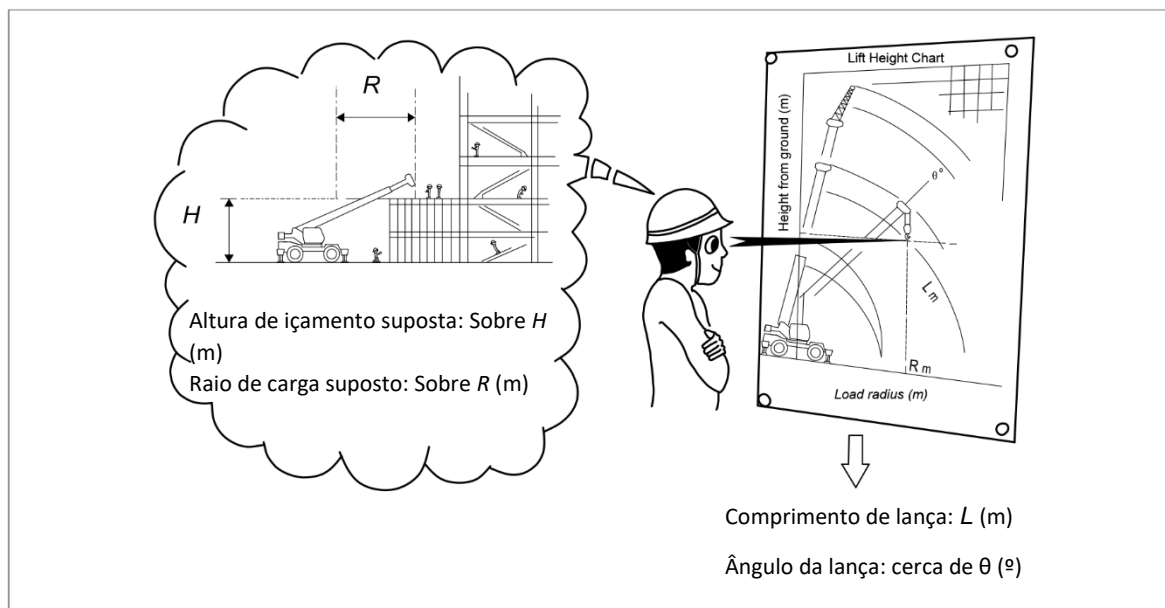

Figura 7-4 Altura de içamento
B. Tabela de altura de içamento Consulte a Figura 7-4.